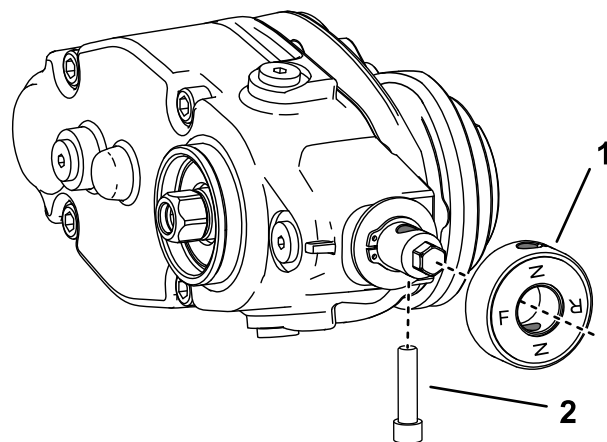

Figura 15
3. Se vai instalar o rastelo do lado esquerdo da máquina, efetue o seguinte (Figura 15):
- B. Retire o conjunto do manípulo da embraiagem e vire-o (Figura 15).